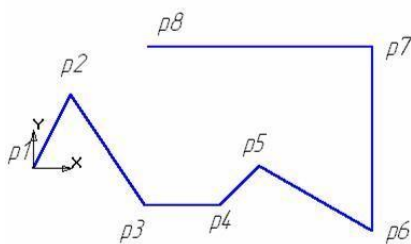

Рис. 4
**Задание 2:** Постройте ломаную линию p1-p2-p3-p4-p5-p6-p7-p8, если отрезки p1 – p2, p2 – p3, заданы координатами точек p1(0, 0), p2(10, 20), p3(30, -10), а отрезки p3 – p4, p4 – p5, p5 – p6, p6 – p7, p7 – p8 заданы длиной и углом наклона. Рис.4, табл. 1.